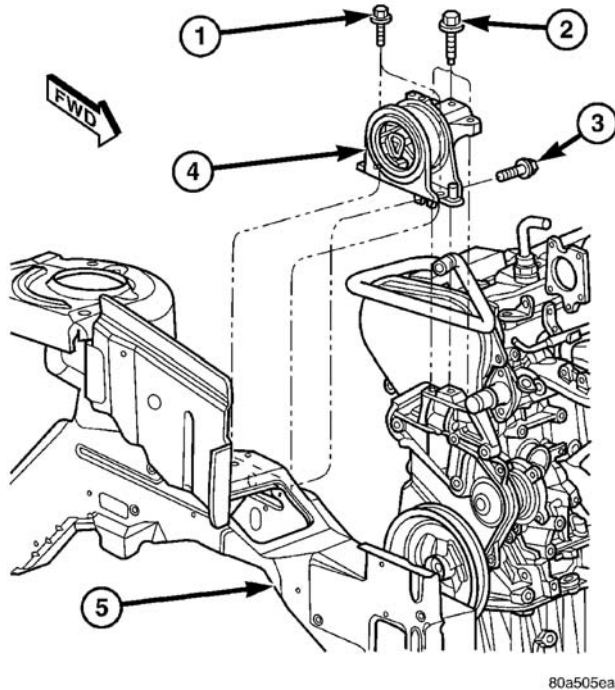
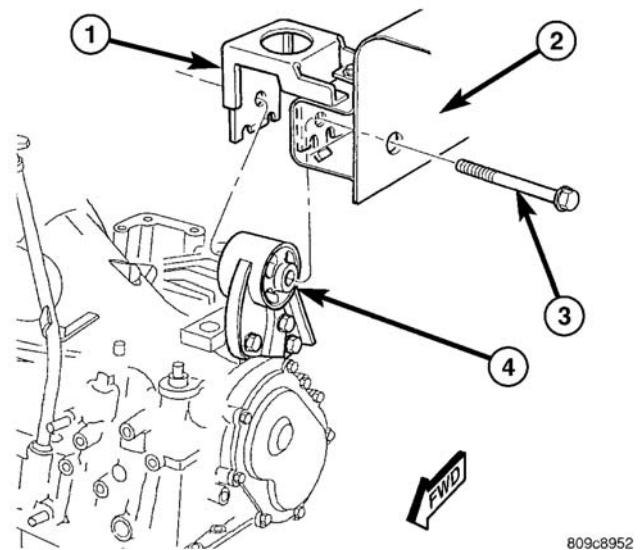

图 9 至车纵梁和发动机的右支座
图 10 左支座至车架支架
(1) 将发动机与变速箱定位于车下，缓慢地将车辆下落到发动机与变速箱上。
(2) 校正发动机与变速箱固定座至接合点。在右侧安装装配螺栓（图 9）和左座（图 10）。